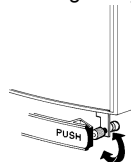

figura 6
- 5 - È possibile regolare l'apertura del rubinetto e quindi il flusso di bevanda erogata agendo sulla ghiera posta dietro il tasto rubinetto (vedere figura 6).